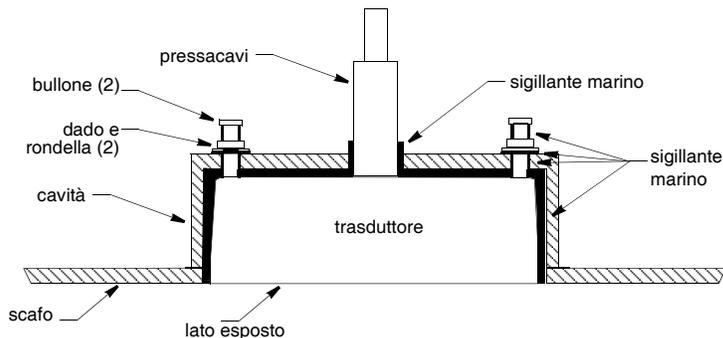

Figura 3. Assestamento e installazione
2. Applicare il sigillante marino alle seguenti superfici per sigillare lo scafo e trattenere il trasduttore saldamente in posizione (Figura 3).